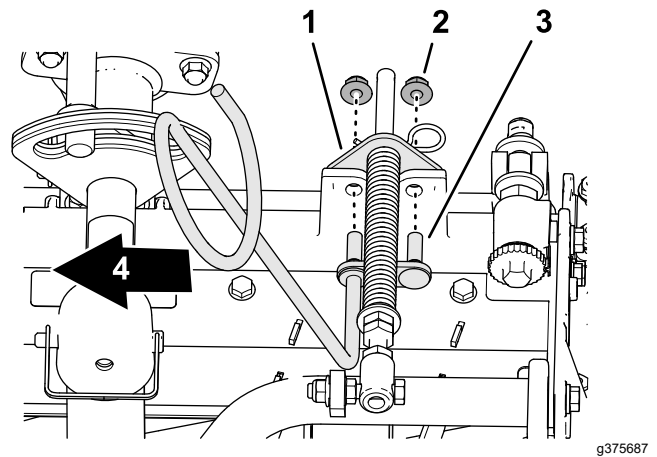

Bild 11
5. Richten Sie die Bolzen der linken Schlauchführung mit den Löchern im Rahmen des Mähwerks und der Halterung der Rasenkompensierung aus (Bild 11).